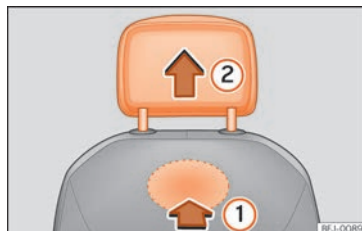

Abb. 67 Kopfstütze vorne ausbauen.
- Lokalisieren Sie zum Entriegeln der Kopfstütze die Aussparung im markierten Bereich auf der Rückseite der Sitzlehne und drücken Sie in Pfeilrichtung » » (Abb. 67) ①.
- Ziehen Sie die Kopfstütze in Pfeilrichtung ② heraus.